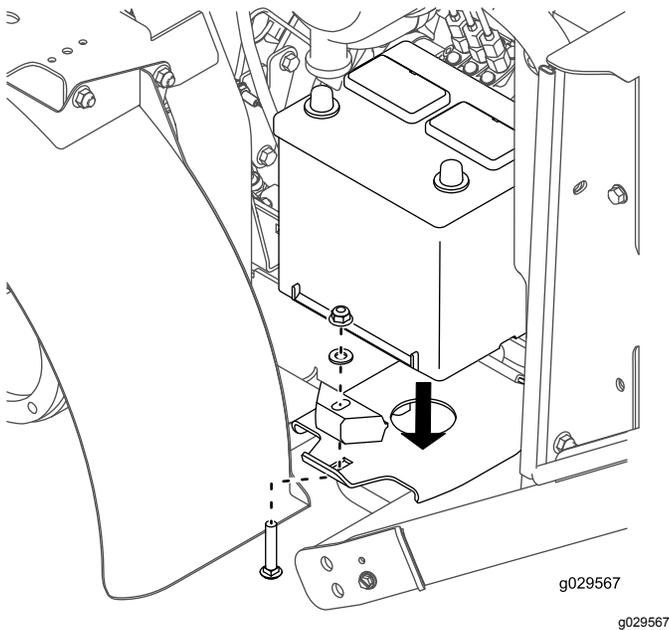

Figura 40
- Montate, senza fissarla saldamente, la batteria sulla base della batteria con il bullone a testa tonda, il dispositivo di fissaggio, la rondella e il dado precedentemente rimossi (Figura 40).